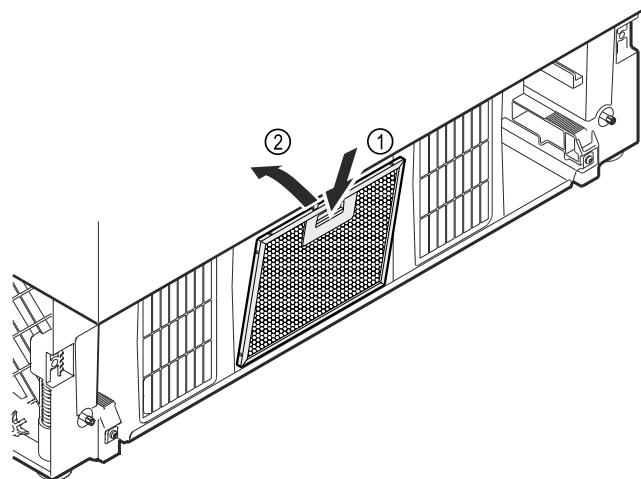

Fig. 13 Ilustrační zobrazení
- Stiskněte tlačítko na prachovém filtru dolů Fig. 13 (1) a současně nakloňte prachový filtr dozadu a vsadte jej Fig. 13 (2).